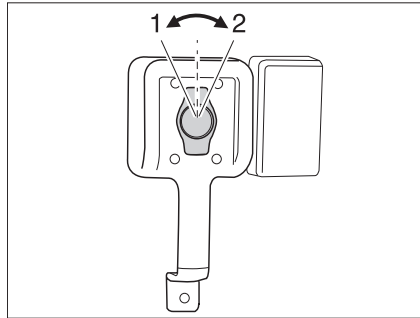
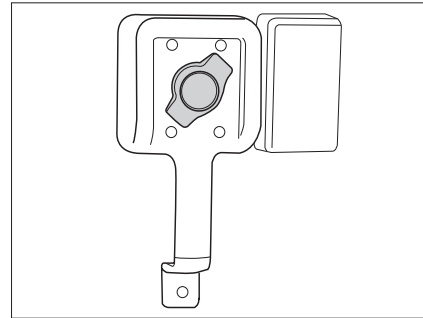

Fig. 35 Cerradura de la puerta de entrada, en el interior, abierta
Fig. 36 Cerradura de la puerta de entrada, en el interior, bloqueada
*Abrir:* ■ Girar el puño de la puerta en sentido contrario a las agujas del reloj (Fig. 35,1). Se desbloqueó la cerradura de la puerta.
*Bloquear:* ■ Girar el puño de la puerta 45° aprox. en sentido de las agujas del reloj (Fig. 35,2) y dejarlo en esta posición (Fig. 36).